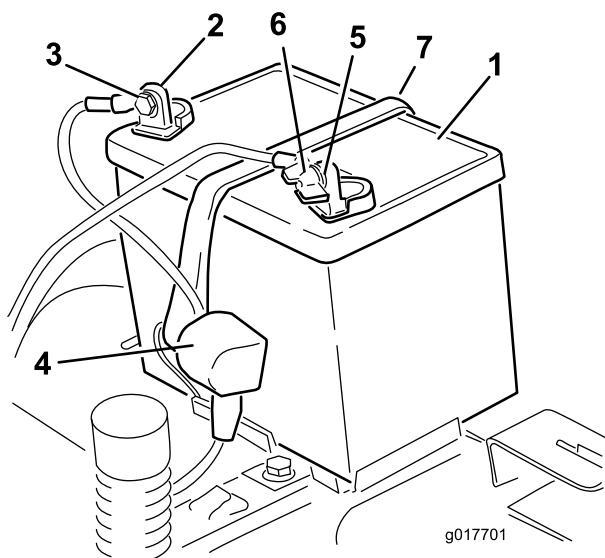

Figure 38
4. Débranchez le câble négatif (noir) de mise à la masse de la borne de la batterie (Figure 38). Conservez toutes les fixations.
5. Repoussez le capuchon en caoutchouc sur le câble positif (rouge). Débranchez le câble positif (rouge) de la borne de la batterie (Figure 38). Conservez toutes les fixations.
6. Enlevez la sangle de maintien de la batterie (Figure 38) et ôtez la batterie de son support.
1. Placez la batterie dans son support (Figure 38).
5. Fixez la batterie en place à l'aide de la sangle de maintien (Figure 38).